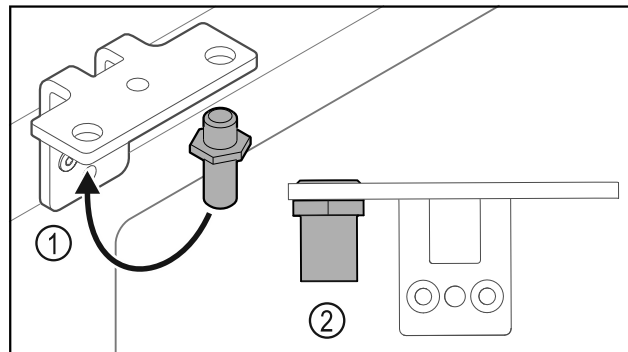

Fig. 27
- ▶ Sworznie Fig. 27 (1) przetożyć do zawiasu.
- ▶ Sworznie Fig. 27 (2) dokręcić z **momentem obrotowym 12 Nm**.